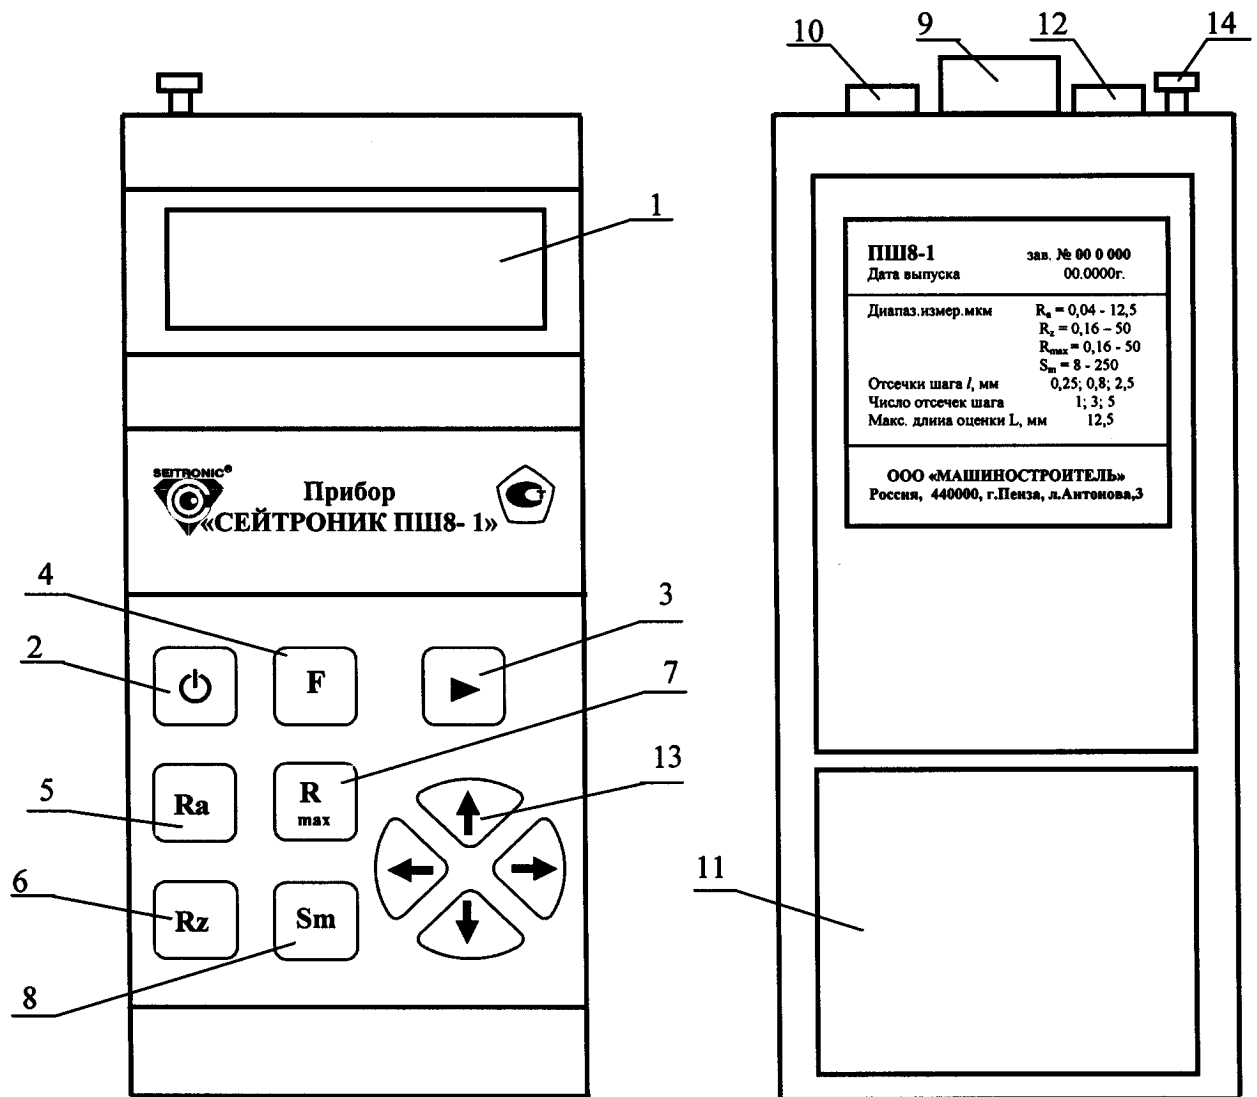

Рис.1.7 Прибор для измерений шероховатости поверхности
1.2.2.4 Микропроцессорный блок (рис.1.7) предназначен для преобразования аналогового сигнала, поступающего с датчика, в цифровую (дискретную) форму и дальнейшей обработки по специальной программе, управления электроприводом механизма перемещения щупа, вычисления значений параметров шероховатости контролируемой поверхности и выдачи результатов измерений параметров шероховатости в цифровом виде на ЖК-дисплей (далее дисплей).
1.2.2.6 На передней (верхней) лицевой панели корпуса микропроцессорного блока прибора (рис.1.7) расположены.
1.2.2.10 Подключение датчика к микропроцессорному блоку производится гибким кабелем с разъемом через гнездо 9 (рис.1.7), расположенное на верхней торцевой панели корпуса микропроцессорного блока.
1.2.3.2 Усиленный сигнал с датчика по кабелю через гнездо разъема 9 (рис.1.7) поступает в микропроцессорный блок на вход микропроцессора для обработки. Микропроцессор по специальной программе производит преобразование аналогового сигнала в цифровой, производит его обработку и вычисление параметров шероховатости контролируемой поверхности.
2.2.2.1 Подключить датчик к микропроцессорному блоку, подсоединив разъем кабеля датчик к гнезду 9 (датчик) (рис.1.7), расположенного на верхней торцевой панели корпуса микропроцессорного блока.
Для просмотра на дисплее уровня заряда аккумуляторной батареи необходимо отсоединить прибор от внешнего источника питания, если он был подключен к нему. Включить прибор клавишей питания «». Путем нажатия клавиши функций «F» выбрать (установить) на дисплее сообщение «Заряд». На дисплее должно высвечиваться сообщение об уровне заряда батареи в В, например «Заряд 5,4 В». Если уровень заряда батареи менее 4,5В, высвечивается сообщение «БАТАРЕЯ», или на дисплее вообще ничего не высвечивается, то рекомендуется подзарядить аккумуляторную батарею, для чего подключить внешний источник питания постоянного тока напряжением  $9\text{В}^{+15\%}_{-10\%}$  к гнезду питания 10 «9В» (рис.1.7) на верхней торцевой панели микропроцессорного блока. Рекомендации по эксплуатации аккумуляторных батарей приведены ниже.